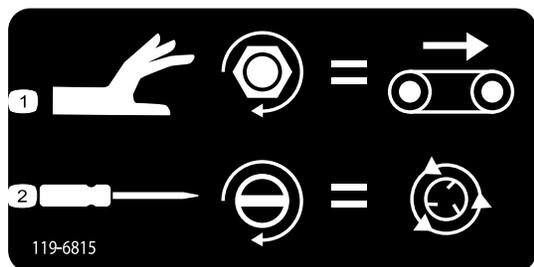

图 47
- 要调整输送带速度 图 47 请顺时针转动调节钮。当没有液压流量时应使用颜色代码操作系统的最大输送速度。在料斗装满沙子的情况下此设置十分有用。
- 要调整甩盘速度 图 47 请使用一字螺丝刀顺时针转动螺丝可增加甩盘速度逆时针转动螺丝可降低甩盘速度。